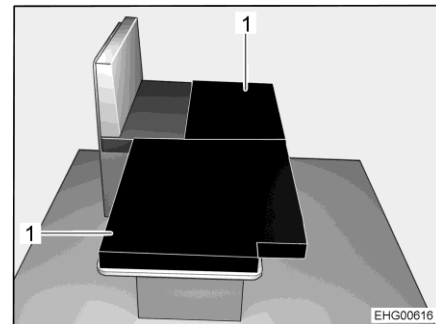

Bild 49 Efter ombyggnaden
- Lägg de båda extra dynorna (Bild 49,1) på det nersänkta bordet så som visas i bild.